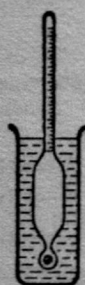

Abb. 21
e) Wenn man bestimmen will, ob Milch, Alkohol, Essig usw. rein sind, verwendet man dazu die Senkwaage (Abb. 21). Diese ist eine Glasröhre, die im unteren Ende mit Quecksilber oder Blei beschwert ist und daher immer senkrecht in der Flüssigkeit schwimmt. Sie sinkt um so tiefer in die Flüssigkeit ein, je leichter diese ist. Am Hals der Senkwaage ist eine Skala, an der das Artgewicht der Flüssigkeit abgelesen werden kann. Was ist geschehen, wenn die Senkwaage bei Milch tiefer einsinkt, als es sein dürfte, bei Alkohol weniger tief? f) Gibt es Flüssigkeiten, auf denen Eisen schwimmt? g) Nimm den Aluminiumbecher einer Feld- oder Thermosflasche, fülle ihn mit Wasser und stelle ihn auf die Briefwaage! Tauche ein 50-g-Gewicht an einem Faden hängend bis auf den Boden des Bechers! Halte dann das Gewicht so, daß es zwar im Wasser bleibt, aber den Boden nicht mehr berührt! Erkläre! — Mache den gleichen Versuch mit der Küchenwaage und einem 1-kg-Gewicht!